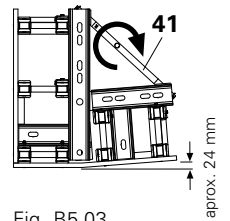

Fig. B5.03
Destensar el husillo (41). Se produce un juego de unos 24 mm para desencofrar. (Fig. B5.03)